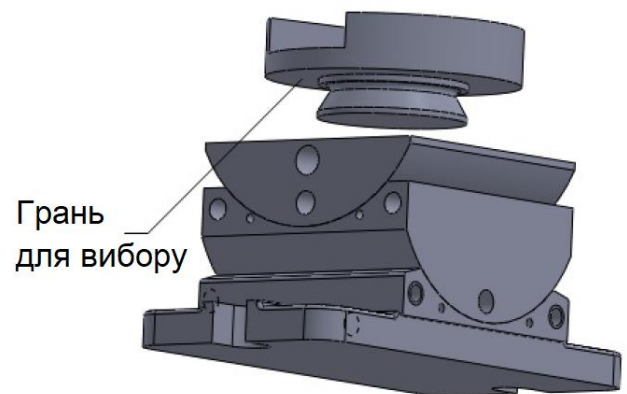

Рисунок 8.31 – Площина для вибору
4. Виберіть верхню площину компонента Upper Member у збірці, а потім виберіть площину компонента Top Holder (рис. 8.31); відобразиться спливаюча панель інструментів **Mate** із обраним параметром **Coincident**.